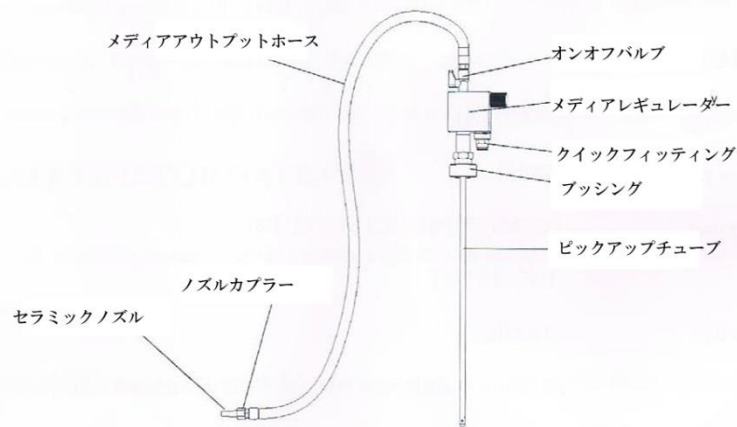

図1
1.まず、図1のようにEZバルブレギュレーター一部を組み立てて下さい。